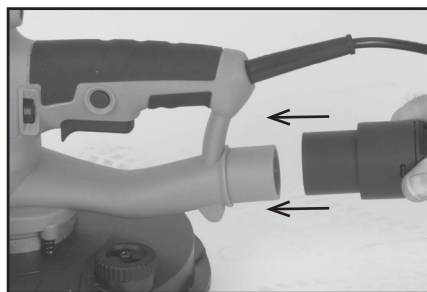

Fig. 3
- Spingere l'attacco per l'aspirazione della polvere nella porta di aspirazione presente sul corpo principale dell'utensile. (Fig. 3)